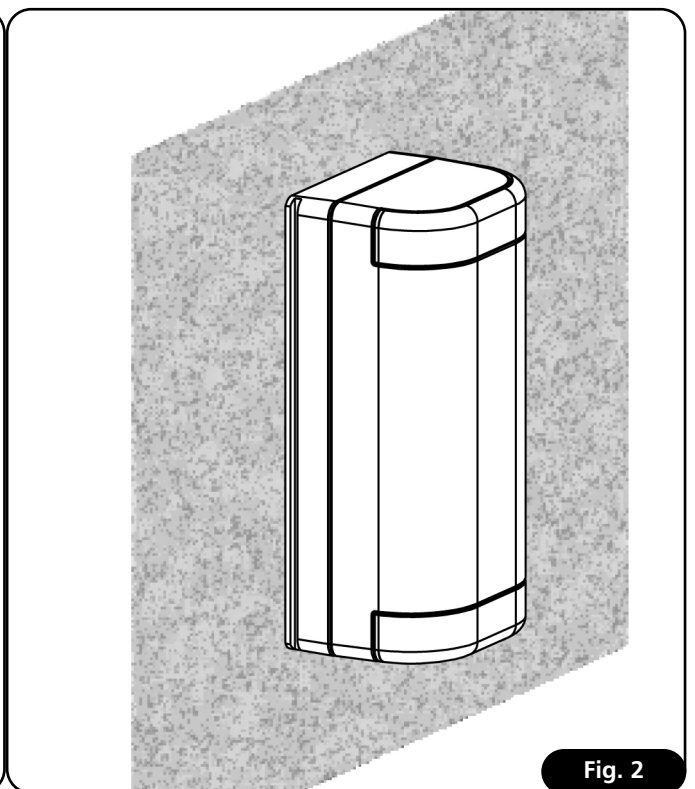

Fig. 2
1. Definire i punti previsti per l'installazione, tenendo conto che è necessario fissare il lampeggiante su una superficie lineare e piana e che il dispositivo può essere installato unicamente nella posizione verticale (Fig.2)
1. To define the points envisaged for installation, bearing in mind that it is necessary to fix the flashing unit onto a flat linear surface and that the device may only be installed in a vertical position (Fig.2)
1. Définir les points prévus pour l'installation, en tenant compte qu'il est nécessaire de fixer le clignotant sur une surface linéaire et plate et que le dispositif peut être installé uniquement en position verticale (Fig.2)